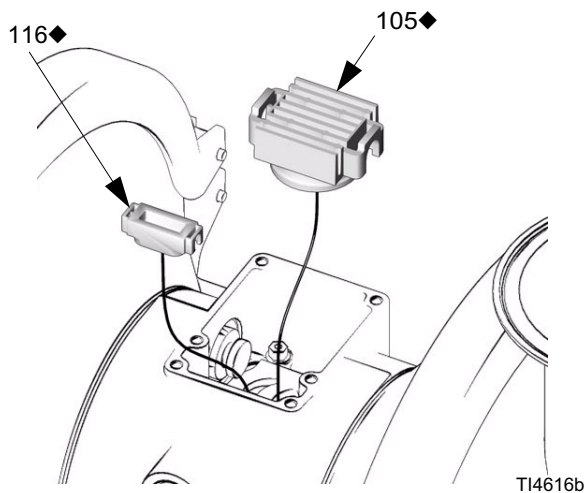

Рис. 11
6. Нанесите смазку на нижнюю поверхность блока управления (116) и установите блок так, чтобы его выступы зафиксировались в канавках на концах направляющих стержней (114). Смотрите Рис. 11.
7. Нанесите смазку на нижнюю поверхность каретки (105) клапана. Смотрите Рис. 11.
8. Установите каретку (105) клапана так, чтобы ее выступы вошли в пазы на узких концах приводных поршней (111). Смотрите Рис. 11.